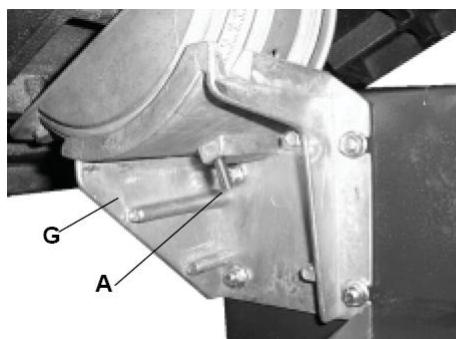

Рис. 3
- Переверните стол и открутите барашкогайку (С) от болта регулировочного блока (А), болт должен находиться в отверстии регулировочного блока (Рис. 3).
стола (G) и затяните болт (A), который соединяет механизм наклона стола с опорой и опору наклона стола, Рис. 3.